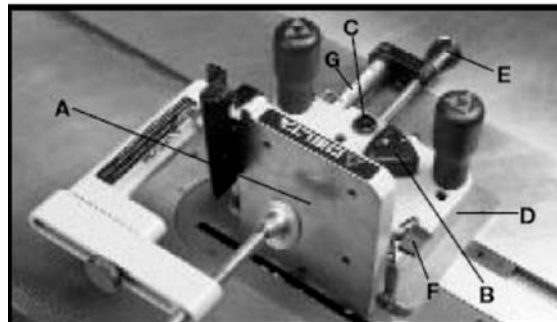

Рисунок 20
1. Для быстрой настройки вертикального упора (A), Рис. 20, ослабьте рукоятку (B), нажмите кнопку быстрого расцепления (C) и сдвиньте шипорезное устройство (D), насколько это необходимо. Затяните рукоятку (B), и отпустите кнопку быстрого расцепления (C) по завершению настройки.
2. Тонкая настройка вертикального упора (A), Рис. 20, может быть выполнена ослаблением рукоятки (B) и вращением ручки (E) до вывода упора (A) в нужное положение. Затяните рукоятку (B), Рис. 20, по завершению настройки. Каждое деление шкалы ручки (E) соответствует 0,01 мм. Полный оборот ручки дает смещение примерно на 1,6 мм (1/16").
3. Для придания наклона вертикальному упору (A), Рис. 20, ослабьте рукоятку (F), наклоните упор на требуемый угол и затяните рукоятку (F).